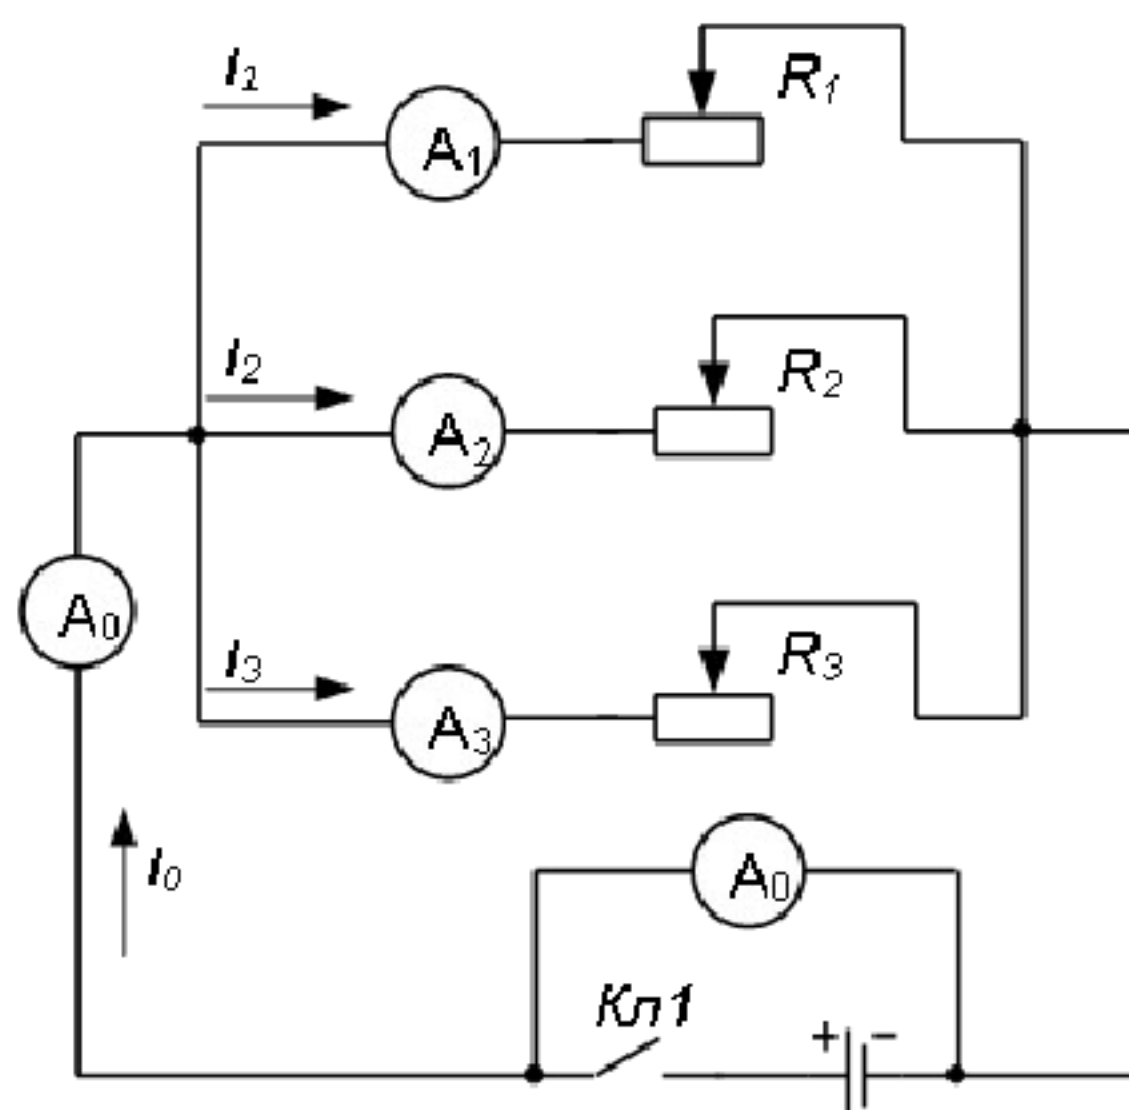

Рисунок 1.2 – Схема для проверки первого закона Кирхгофа
2. Собрать схему для проверки первого закона Кирхгофа (рис.1.2). Установить максимальные значения сопротивлений реостатов и измерить после замыкания ключа $Kл1$ токи в параллельных ветвях и общий ток цепи I_0 . Результаты измерений занести в таблицу 1.1.